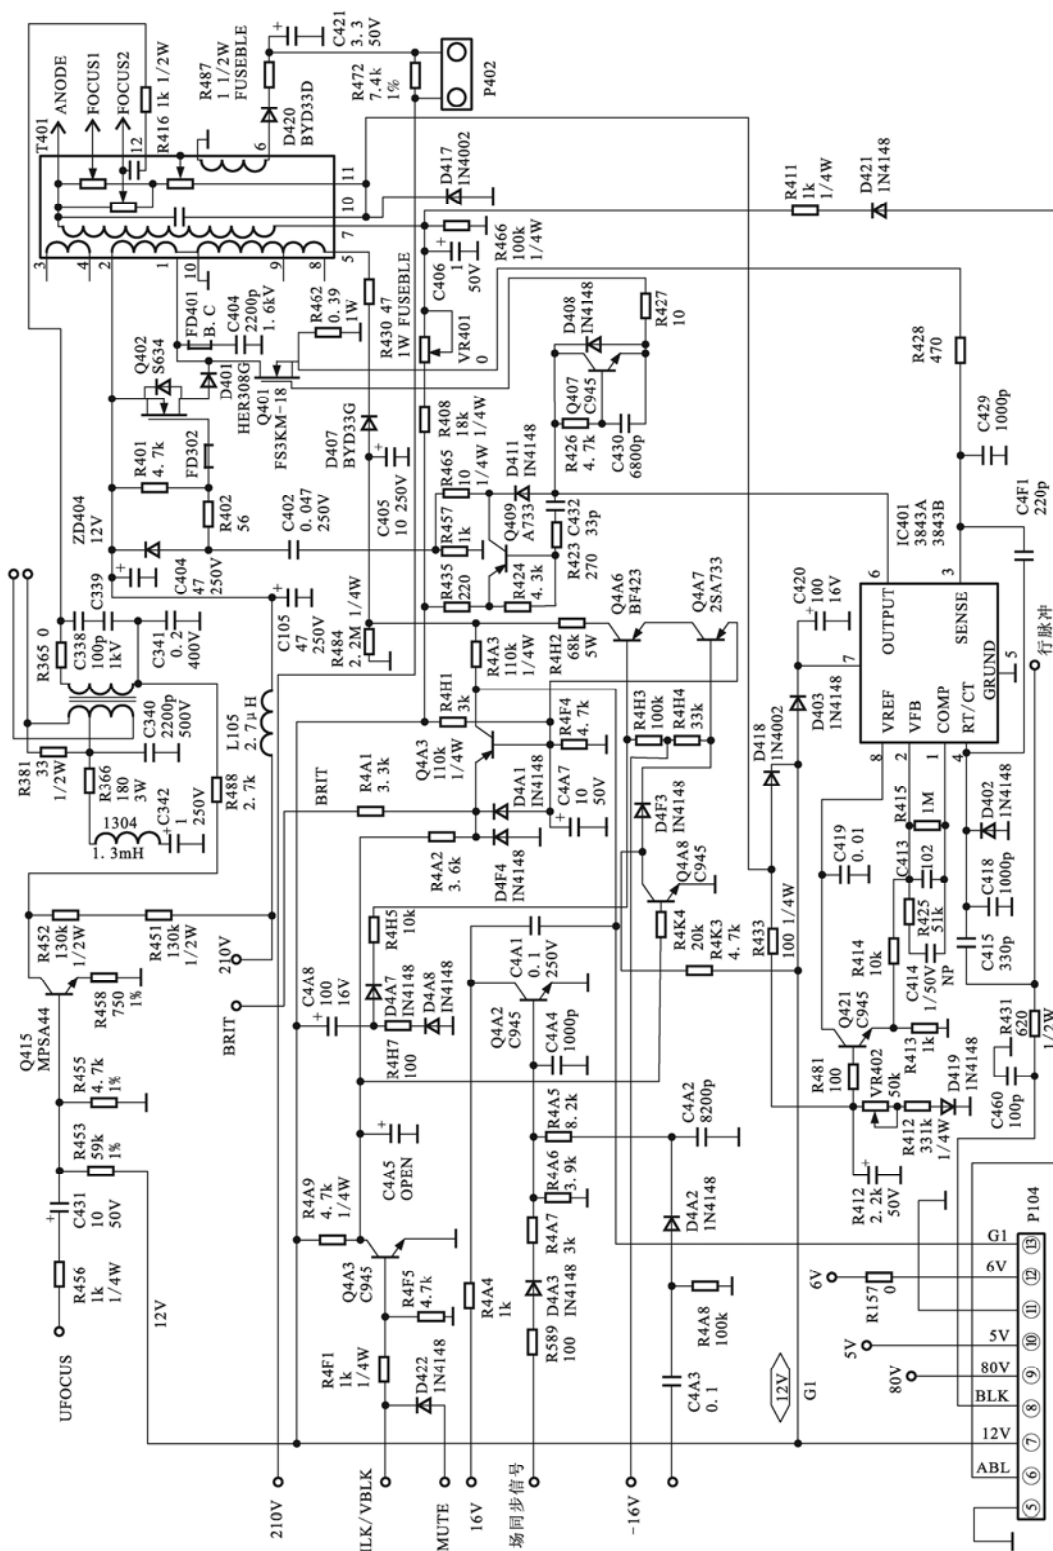

图 5-51 高压电路原理图
除了上述电路出现故障外，高压电路也是比较容易出现故障的电路。图 5-51 为美格 786FD 显示器的高压电路，在该显示器中，行扫描电路与高压电路是单独设置的电路。行扫描电路中行输出变压器 T304⑥脚输出的行逆程脉冲一路送到同步信号处理电路中，同时也送到高压电路 IC401 的④脚，行脉冲在 IC401 中经放大后由④脚输出，再经 Q402 放大后送到场效应晶体管 Q401 的栅极，并由漏极输出送入高压变压器的①脚中。
由如图 5-51 所示可知, 由于行输出变压器为高压电路提供行脉冲信号, 若行逆程脉冲无输出, 会直接导致高压电路不能正常工作。